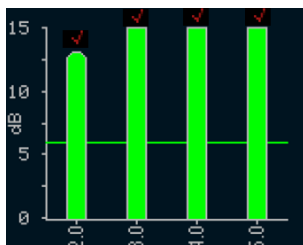

图41
- **通过界面检查：**按下 **检查** 以查看测试结果的图表视图（示例如图40和图41所示）。